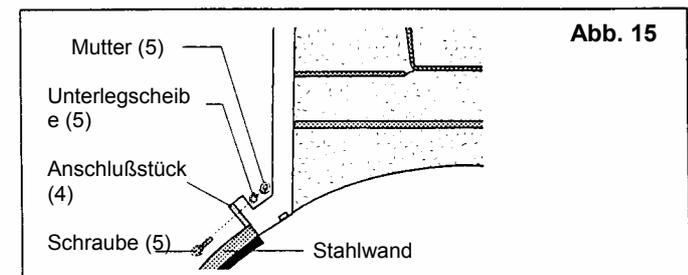

Abb. 15
**h** Befestigen Sie das Stahlwandzwischenstück links und rechts. Verwenden Sie dafür die Anschlußstücke, die Schrauben, die Unterlegscheiben und die Muttern, Abbildung 15.
**i** Befestigen Sie die Spannseile wie auf Abbildung 15 a dargestellt. Überprüfen Sie die vertikale und horizontale Ausrichtung der Treppe. Die Treppe hat dafür zwei Ösen um die Spannseile dort zu befestigen. Im Bereich der Bodenplatte befestigen Sie die Spannseile mit entsprechenden Betonankern.
Abb. 15 a